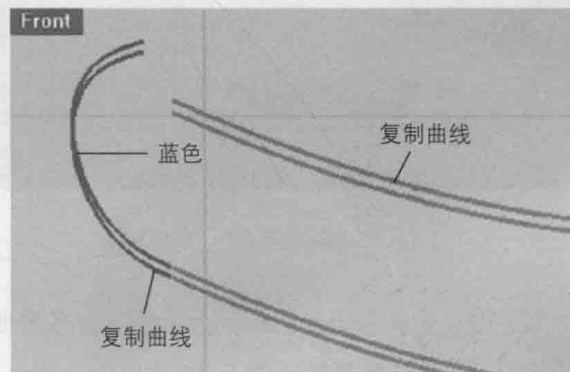

图 5-76 复制曲线
- (3) 激活 Front 视图,如图 5-76 所示,复制 4 条曲线。